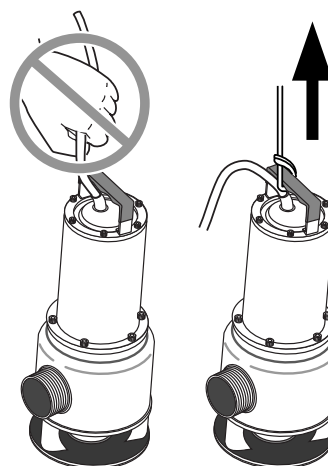

Figure 1
**⚠ AVERTISSEMENT** **Risque de secousses électriques.** Les secousses électriques peuvent brûler, voire tuer. Ne pas lever la pompe par son cordon électrique. Se reporter à la rubrique «Pour lever la pompe» et à la Figure 1.
Risque de secousses électriques. Les secousses électriques peuvent brûler, voire tuer. Ne pas lever la pompe par son cordon électrique. Se reporter à la rubrique «Pour lever la pompe» et la Figure 1, page 3.